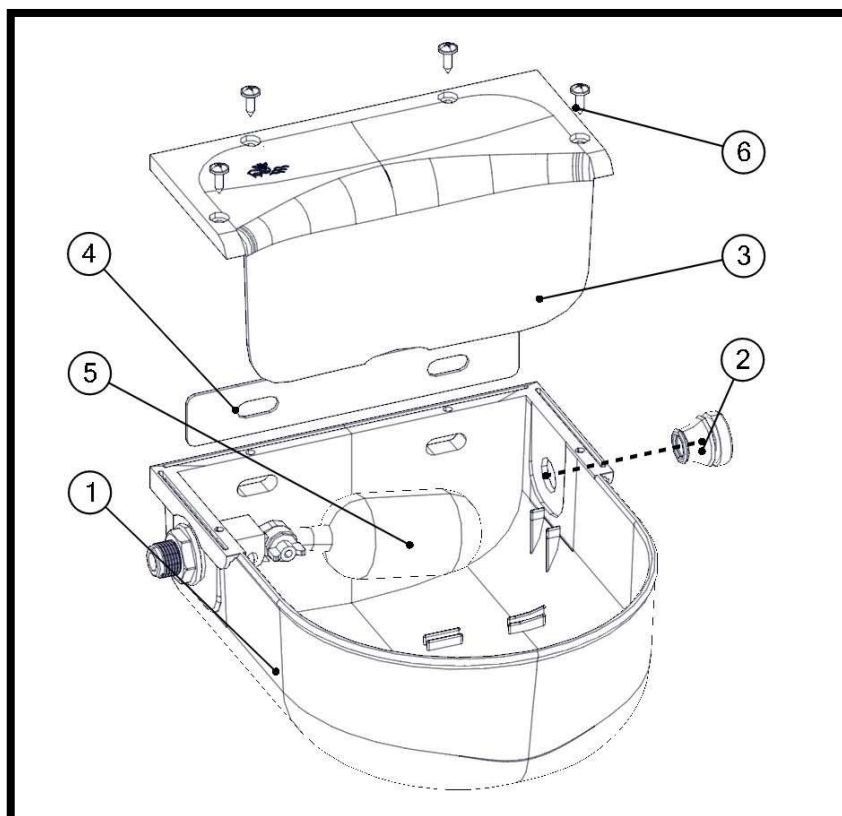

Рис.1
- 2) Подключите магистраль подачи воды к клапану. Конструкция поилки допускает подвод воды как слева, так и справа. В стандартной исполнении, заглушка поз.2 рис.1 находится с левой стороны чаши поилки. При необходимости извлеките заглушку, открутите гайку клапана поз.5 рис.1 и поменяйте их местами. Для обеспечения герметичности поилки, заглушка должна быть установлена в ответное отверстие до упора без загибов юбки заглушки, а клапан должен быть надежно зафиксирован гайкой клапана через прокладку.